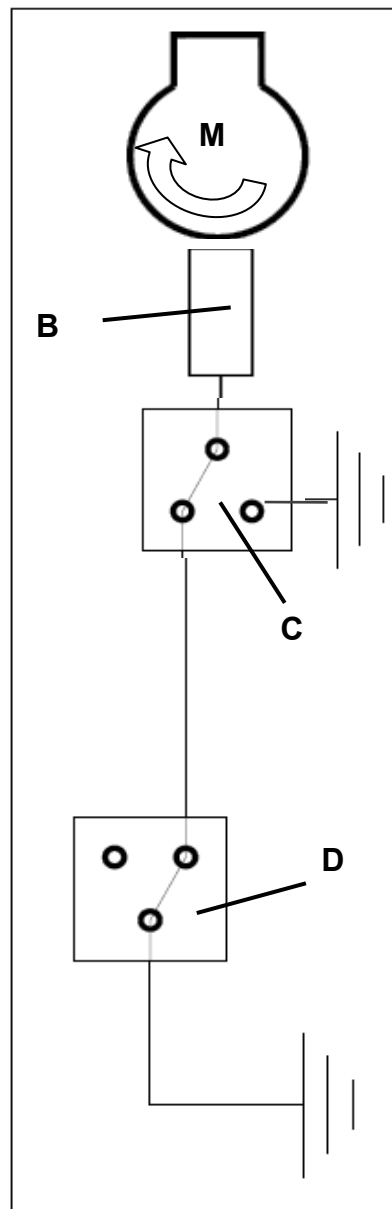

fig.14/33
14.7.1 Schema elettrico (fig.14/33)
14.7.1 Diagram (fig.14/33)
14.7.1 Schéma électrique (fig.14/33)
14.7.1 Esquema eléctrico (fig.14/33)
14.7.1 Elektrische Schema (Abb.14/33)